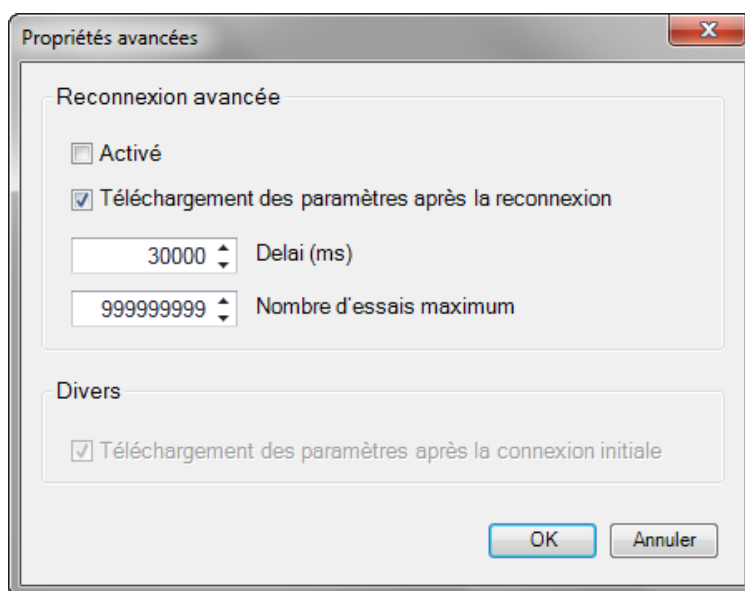

Figure 21-10. Propriétés avancées, reconnexion automatique
7. Le bouton *Propriétés avancées* ouvre la fenêtre suivante. Elle contient des options pour activer la reconnexion automatique, le délai entre les tentatives (en millisecondes) et le nombre maximum de tentatives. (Figure 21-10)